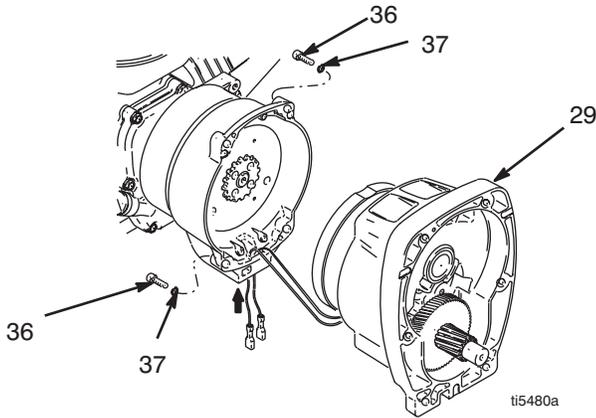
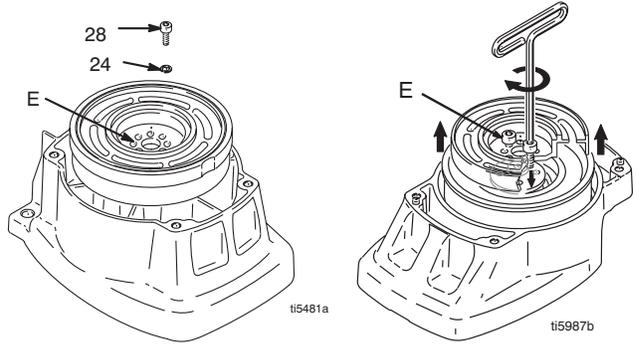

図 4
図 5
2. 図 4. 圧力制御内部からクラッチケーブルコネクタの接続を外します。
- a. 2本のネジ (71) を外しカバー (130a) を開けて下向にします。
3. 図 4. 4本のネジ (36) および ピニオンアセンブリ (29) を取り外します。
4. 図 5. ロータを上にした状態でベンチにピニオンアセンブリ (29) を取り付けます。
5. 4本のネジ (28) およびロックワッシャ (24) を取り外します。2本のネジをロータのネジ穴 (E) に取り付けます。ロータが外れるまで交互にネジを締めます。
- 図. 5. ロータを上にしてピニオンアセンブリ をベンチに取り付けます。
- ネジに locktite を塗布します。4本のネジ (28) およびロックワッシャ (24) を取り付けます。ロータが固定されるまで 125 in-lb のトルクでネジを締めます。ロータはネジ穴を使用して固定します。
- 図. 4. 4本のネジ (36) およびワッシャ (37) でピニオンアセンブリ (29) を取り付けます。